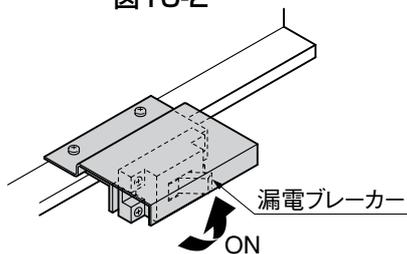

図10-3
- 3** AC100V一次側電源がきていることを確認してから漏電ブレーカーのスイッチを「入」にしてください。(図10-3参照)